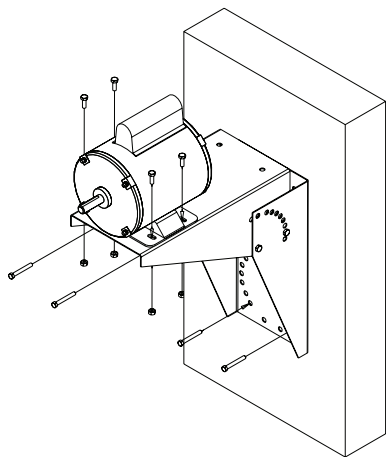

Figura 5 — Montaje del Soporte (Cabezal del Circulador No Mostrado)
5. Monte el soporte a la pared como se muestra en la Figura 5, página 4. Use piezas metálicas apropiadas (proporcionadas por otros).